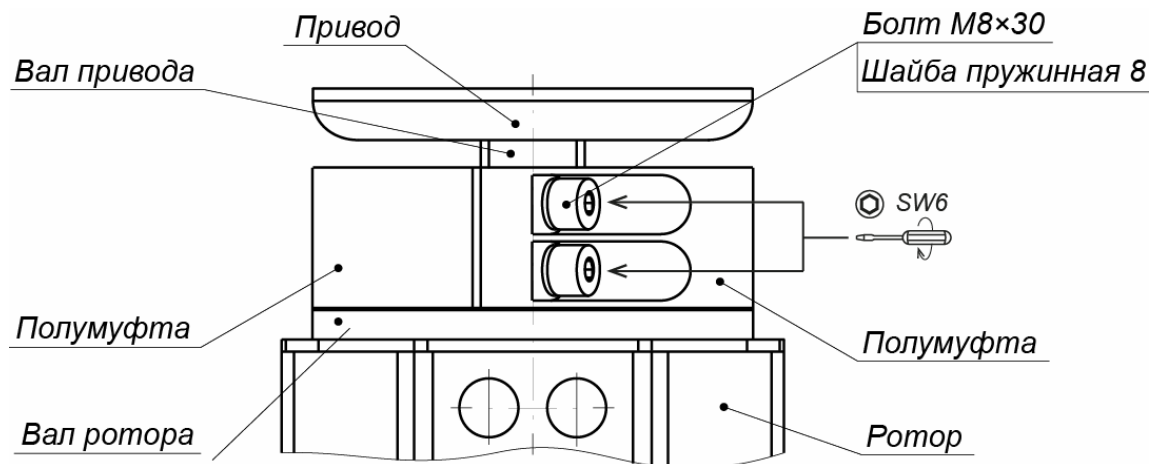

Рисунок 17. Муфтовое соединение вала привода с валом ротора.
- Соедините верхний вал ротора с валом привода исполнительного механизма двумя полумуфтами (4) и четырьмя болтами M8×30 с пружинными шайбами 8 (ключ SW6) (см. рис. 17). Будьте осторожны, полумуфты имеют большой вес, не допускайте их падения во избежание травм!
2. Снимите полумуфты (см. рис. 17), отвернув 4 болта М8 муфтового соединения (4). Будьте осторожны! Удерживайте ротор и полумуфты от падения.